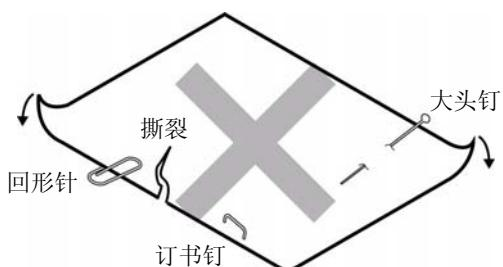

图 B-9
- 装进的纸一定不能有折叠、撕裂或带有订书钉、回形针、大头钉等任何杂物（如图 B-9 所示）。如果装入的纸张带有其它杂物，则极可能会严重损坏打印机。